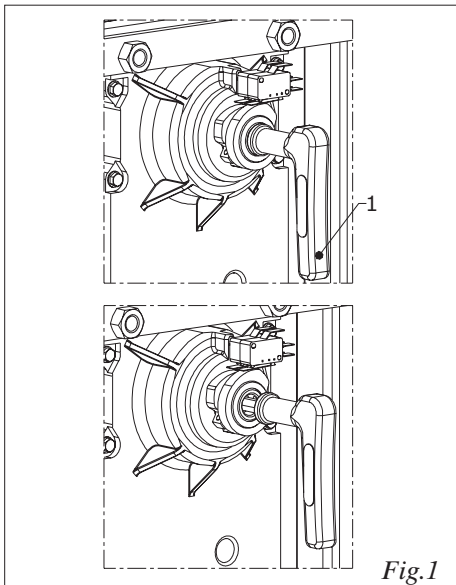

Fig.1
- inserire la chiave speciale che si trova dentro il montante nel foro di sblocco (fig.1 rif.1) e ruotare in senso antiorario di alcuni giri fino a battuta meccanica.
- fit the special key, located inside the upright, in the release hole (fig. 1, ref.1) and turn it anti-clockwise for a few turns until you reach the mechanical stop limit.